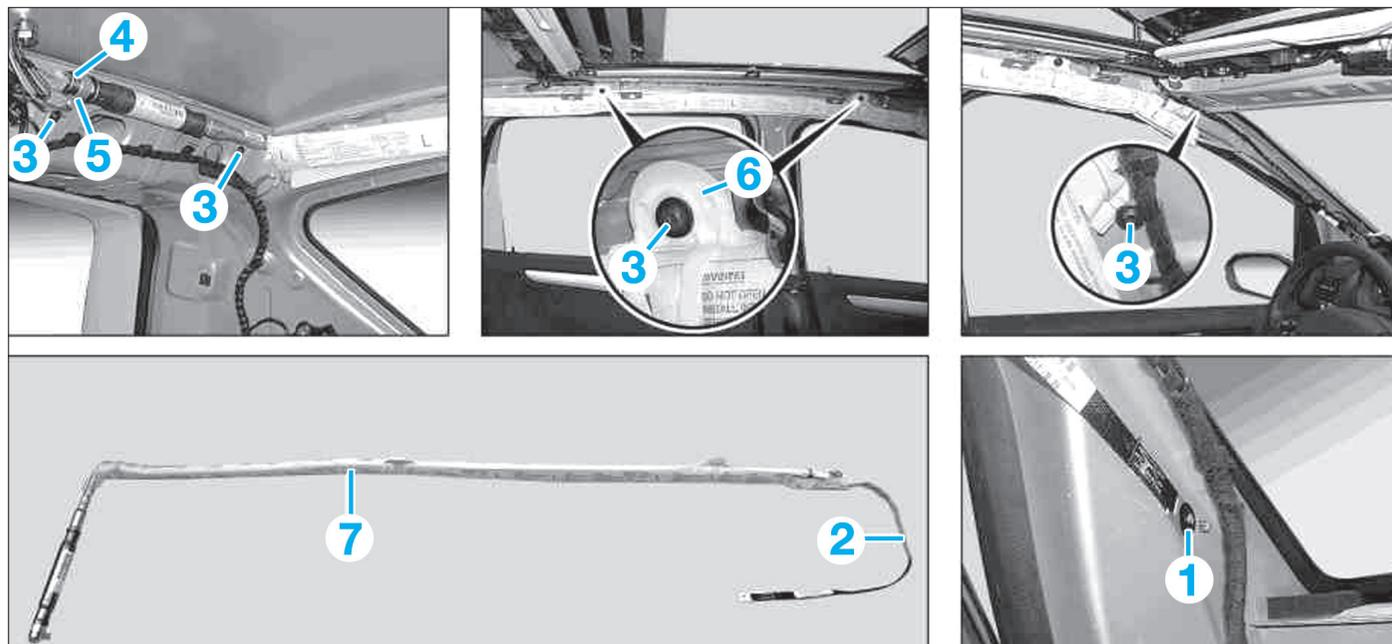

FIG. 9
- Déposer la vis (4).
- Sortir l'airbag latéral (1) jusqu'à ce que le raccord de masse (5) et le connecteur électrique (6) soient accessibles.
- Débrancher le raccord de masse (5).
- Déverrouiller puis débrancher le connecteur électrique (6).
- Sortir l'airbag latéral (1) de l'habitacle.
- Sur le pied avant, déposer l'agrafe (1) et retirer la bride (2) (Fig.9).
- Déposer les vis (3).
- Déverrouiller puis débrancher le connecteur électrique (4).
- Sortir le collier (5) vers le haut du cadre de toit.
- Dégrafer les supports (6).
- Sortir l'airbag rideau (7) de l'habitacle.
- remplacer l'agrafe (1),